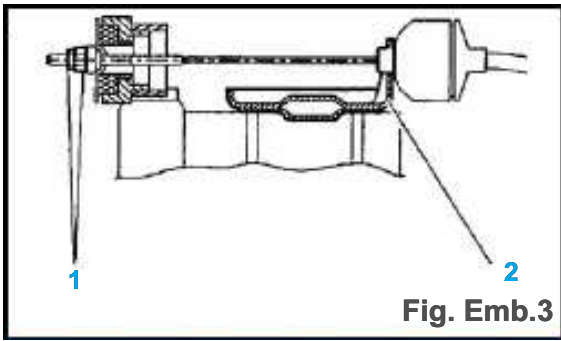

Fig. Emb.3
- aflojar el cable aflojando las tuercas de ajuste (1) (Fig. Emb 3).
- Desenganchar la palanca de cable de embrague y el apoyo en la transmisión (2).